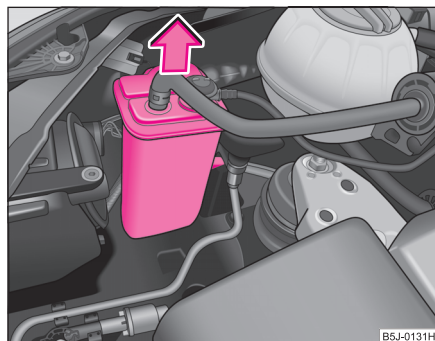

Fig. 172 Scoaterea rezervorului de cărbune activ
- La autovehiculele cu motor pe benzină, înainte de înlocuirea becurilor din farul dreapta față, scoateți rezervorul de cărbune activ ⇒ fig. 172.